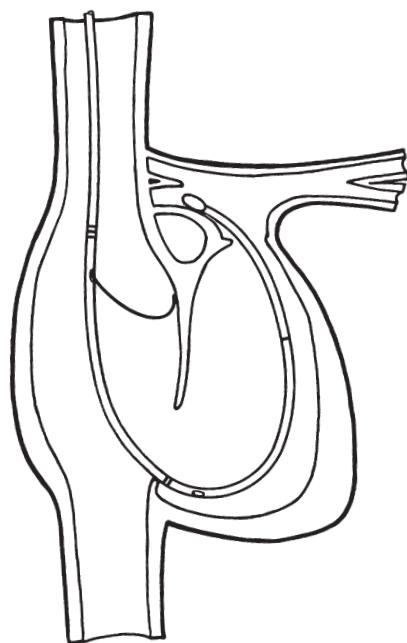

Figure 6. RA Probe placement ■ **Figure 6.** Mise en place de la sonde AD ■ **Abbildung 6.** Platzierung der RA-Sonde
■ **Figura 6.** Colocación de la sonda AD ■ **Figura 6.** Posizionamento della sonda AD ■ **Afbeelding 6.** Plaatsing RA-sonde